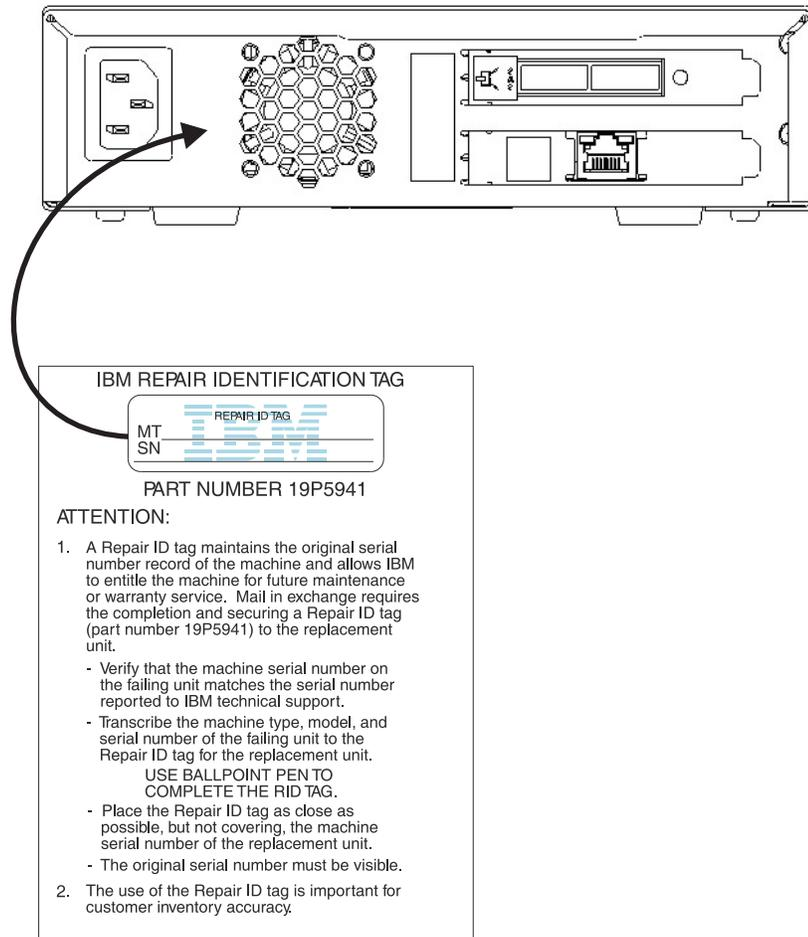

图 14. 后面板上的 RID 标签
2. 找到更换用磁带机随附的修复识别 (RID) 标签。请参阅第 51 页的图 14。